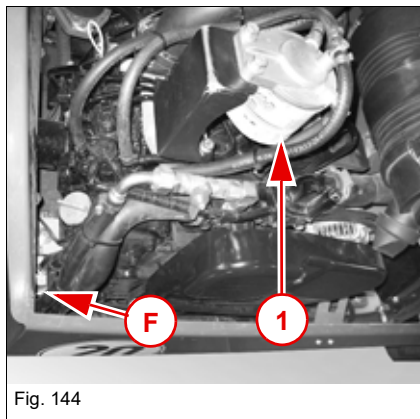

Fig. 144
Brændstoffet føres med en elektrisk fødepumpe (F) gennem et hovedfilter med vandudskiller (1) til indsprøjtningssumpen (Fig. 144).